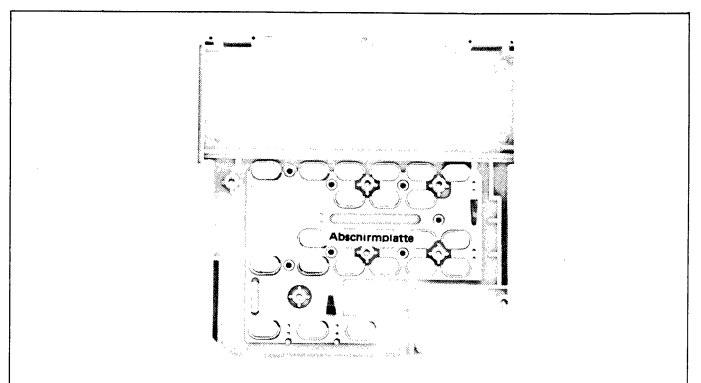

Abbildung 7-6
- h) Die Tastenabschirmplatte herausnehmen. (Siehe Abb. 7-6)